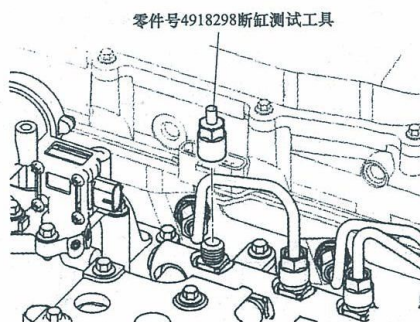

图 2-72 喷油器回油断缸测试
2) 依次断开油轨至各缸喷油器的高压供油管, 将断缸测试工具(4918298)安装在高压油轨上, 并按规定力矩拧紧该堵头, 进行断缸测试, 见图 2-72。